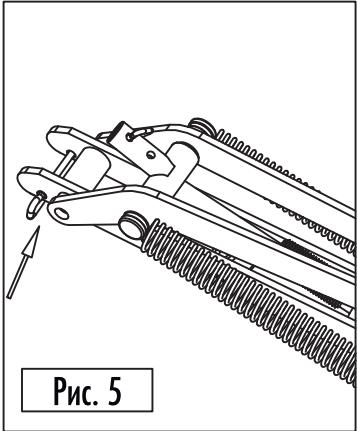

Рис. 5
4.2. Если Ваша форточка открывается на 30 - 40 см., - следуйте той же схемы, но используйте только отверстие «Б». Затем, вставьте стопорную шпильку (6) в отверстие Рычага Б (7), (Рис. 5).